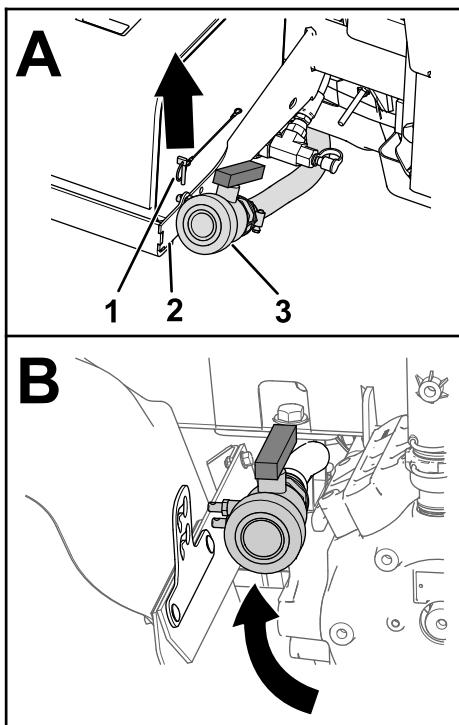

Рисунок 13
1. Снимите шплинт с кольцом, который крепит сливной клапан к кронштейну бака (Рисунок 13).
2. Переставьте сливной клапан в место между левым задним крылом и насосом опрыскивателя (Рисунок 13).